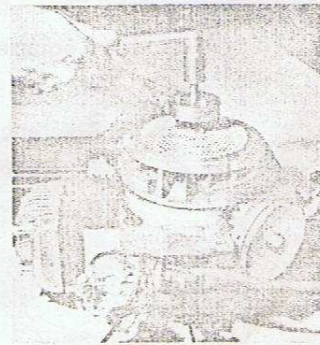

Fig. 2
- Serrer la vis centrale (fig. 2)